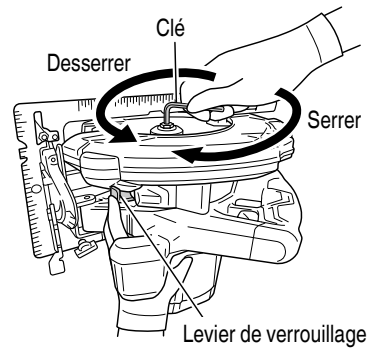
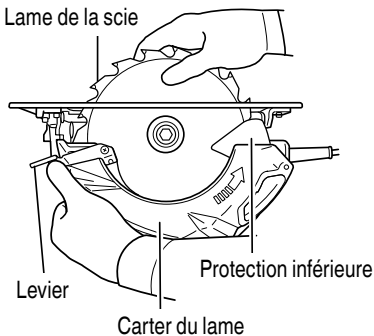

Fig. 14
Fig. 15
- (1) Régler le volume de coupe au maximum, et placer la scie circulaire comme indiqué à la Fig. 14.
- (2) Appuyer sur le levier de verrouillage, verrouiller l'arbre, et retirer le boulon à bride hexagonale et la rondelle (B) à l'aide de la clé hexagonale.
- (3) Tout en tenant le levier pour maintenir la protection inférieure complètement rentrée dans le carter de lame, retirer la lame de scie. (Fig. 15)